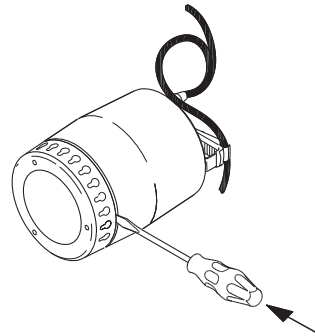

Fig. 11 Cómo extraer el filtro de aspiración
3. Afloje con cuidado el filtro de aspiración insertando un destornillador en el hueco existente entre la camisa de la bomba y el filtro. Use el destornillador para separar el alojamiento exterior y el filtro. Repita el procedimiento alrededor de la bomba hasta que el filtro quede libre y pueda extraerse. Consulte la fig. 11.